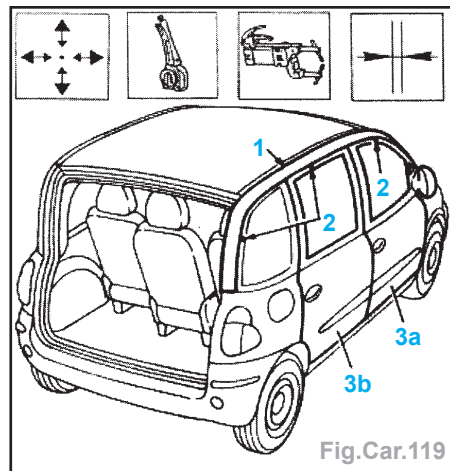

Fig.Car.119
- Mettre en place le raccord et le fixer avec des pinces-étau, faire quelques points de soudure (Fig.Car.119).